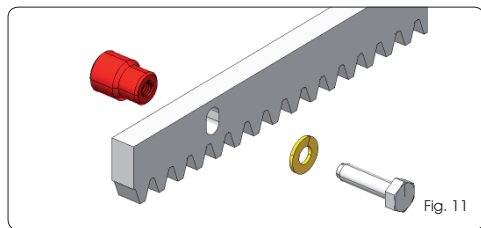

Fig. 11
5.4.1 CREMAILLÈRE A SOUDER EN ACIER (Fig. 11)